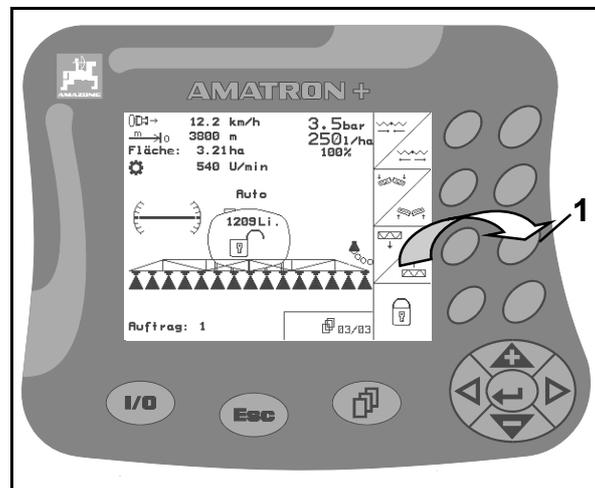

Fig. 14
1. Active la tecla funcional (Fig. 14/1), co-